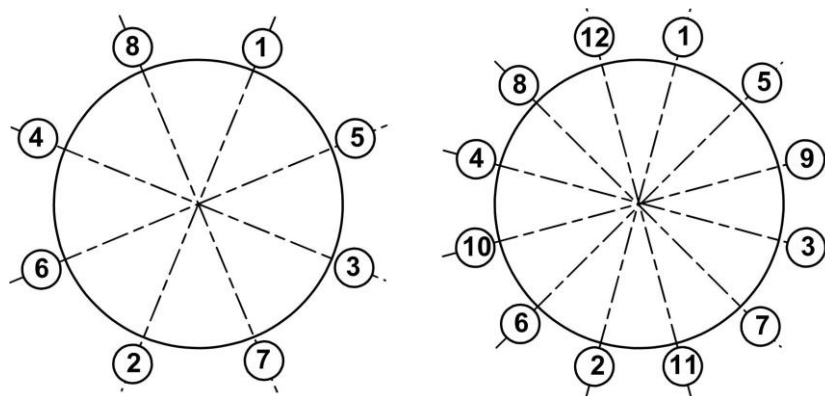

Рис.8 - Очередность затяжки гаек на фланцах
3.6.5 Затяжка гаек при установке ППР или имитатора в трубопровод должна производиться в очередности, обозначенной на рис.8, динамометрическим ключом с крутящим моментом не более, указанного в табл.8. **В случае превышения усилия затяжки возможно повреждение ИУ!**